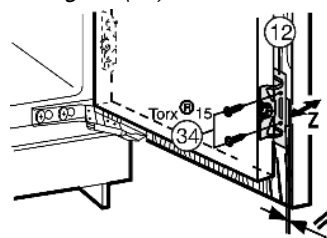

Fig. 24
- ▶ Visser la porte de l'appareil en fixant des vis Fig. 24 (34) à travers les étriers Fig. 24 (12) sur la porte du meuble.